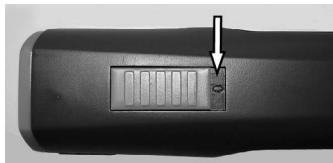

Abb. 4 Schiebeschalter in AUS-Position („0“)
1. Die Kontakte der Schermaschine (1) und des Akkus (2) auf Fremdkörper und Verschmutzung überprüfen.
2. Sicherstellen, dass der Schalterschieber der Schermaschine in Position AUS („0“) steht (Abb. 4).
3. Akku (2) in die Schermaschine (3) einschieben, bis die Akkuverriegelung (1) beidseitig eingerastet ist.
4. Schermaschine mit eingesetztem Akku (1) oder Akku allein (2) von oben ohne Gewalt in die dafür vorgesehene Lademulde der Ladestation einsetzen.
6. Akku wird geladen. Während des Ladevorgangs leuchtet die Kontrolllampe (3) rot. Sobald der Akku min. 90 % geladen ist, wechselt die Kontrolllampe auf grün und die Ladestation schaltet auf „Erhaltungsladung“.
7. Das Ladegerät mit einer Hand festhalten und mit der anderen Hand die Schermaschine (1) oder den Akku (2) herausziehen.
1. Schiebeschalter auf Position „0“ schieben (Abb. 4).
2. Die Akkuverriegelung (2) beidseitig nach innen drücken und Akku (1) aus der Schermaschine ziehen.
3. Geladenen Akku (1) in die Schermaschine (2) einsetzen, bis die Akkuverriegelung beidseitig eingerastet ist.